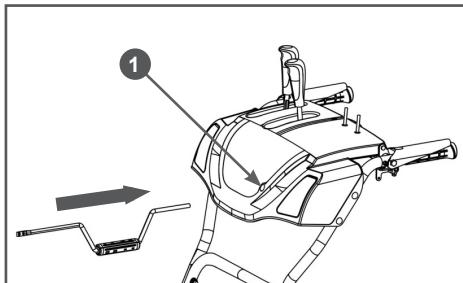

Рис. 12 Установка вала управления поворотом желоба
11. Установите вал управления поворотом желоба. Вставьте круглый конец вала 3 управления поворотом желоба в отверстие 1 на панели (Рис. 12).